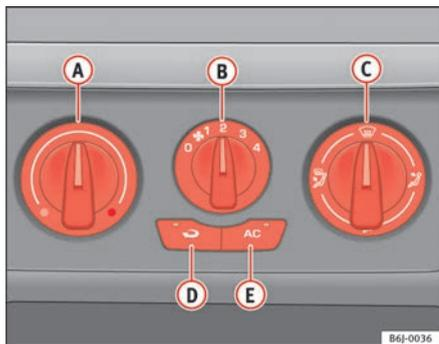

Fig. 88 Mandos de la calefacción en el tablero de instrumentos
- Gire el regulador de temperatura ⇒ fig. 88 **A** hacia la izquierda.
- Gire el regulador de la temperatura ⇒ fig. 88 **A** hacia la derecha hasta alcanzar el grado de calefacción deseado.
- Gire el regulador de la temperatura ⇒ fig. 88 **A** hacia la derecha hasta el nivel máximo de calefacción.
- Gire el regulador de temperatura ⇒ página 125, fig. 88 (A) hacia la zona de calefacción.
- Coloque el mando del ventilador (B) en uno de los niveles 2-3.
- Cierre los difusores (3).
- Abra y oriente los difusores (4) hacia las ventanas laterales.